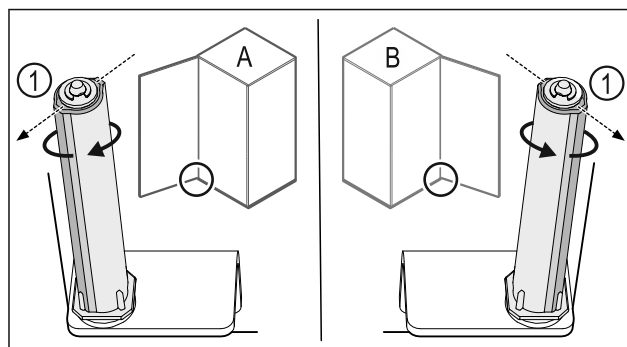

Fig. 36 Levo omejilo (A) / desno omejilo (B)
- Obrnite zaporni sistem proti upor, dokler ni mostiček zapornega sistema Fig. 36 (1) obrnjen navzven.